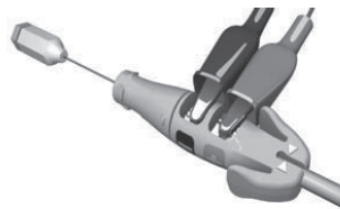

図3: PSAのケーブルのEZ-4コネクタツールへの接続
- ① ペーシングシステムアナライザ (PSA) のケーブルのワニ口クリップをEZ-4コネクタツールのスプリング接点 (-) とスプリング接点 (+) に接続する(図3)。
- ② EZ-4コネクタツールの使用により、ワニ口クリップによるターミナル部の損傷及びターミナル接続部の橋絡を防止することができる。